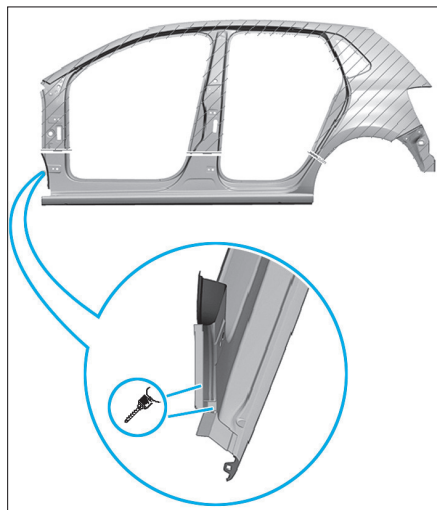

FIG. 74
- Couper l'élément neuf à l'endroit désiré et préparer (Fig.74).